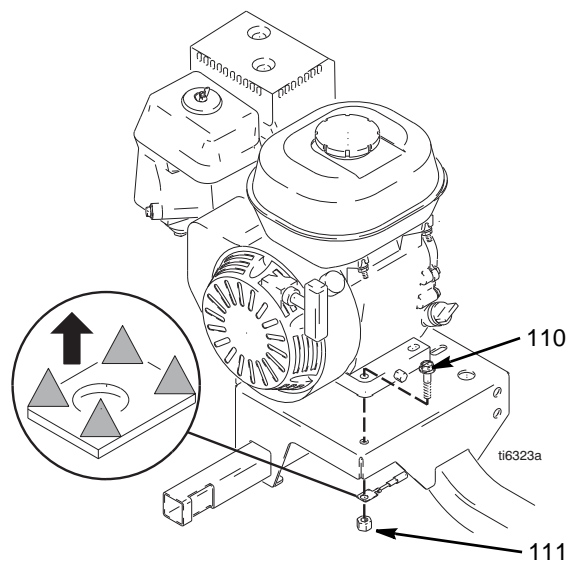

FIG. 13
3. FIG. 13. Skruva bort två låsmutterar (111) och skruvar (110) från motorblocket.
2. FIG. 13. Skruva i två skruvar (110) i motorblocket och lås med låsmutterar (111). Dra åt till moment 27,1 N.m.
2. Fig. 13. Skruva bort två skruvar (108) och öppna kåpan (62a)